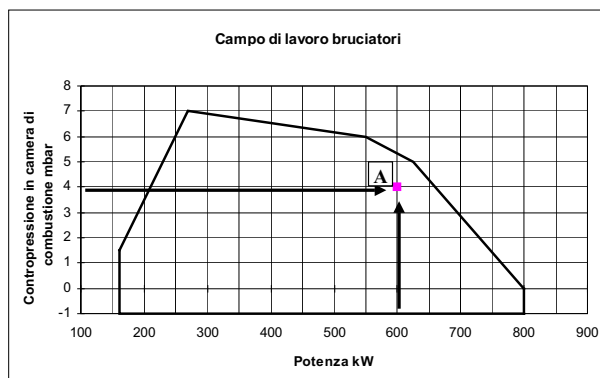

Fig. 2
Trazar, en el diagrama "Campo de trabajo" del quemador (Fig. 2) una recta vertical en correspondencia con la potencia del fuego y una recta horizontal en correspondencia con el valor de presión que interesa.
- 4 según el dibujo referido en la Fig. 2, fijar la brida a los tornillos de unión a la caldera con las tuercas **D**, sin apretarlas completamente